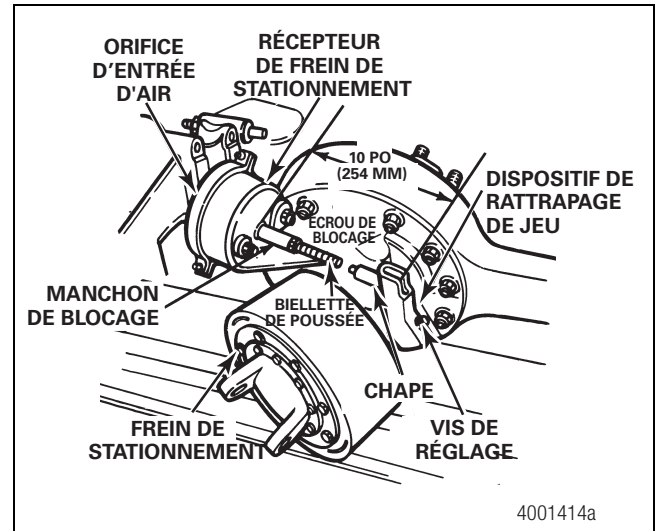

Figure 5.30
5. Tourner la chape de la biellette de poussée jusqu'à ce que la ligne de centre du trou d'axe de chape soit à 10 po (254 mm) de la plaque non-pressurisée. Serrer l'écrou de blocage. Figure 5.30.